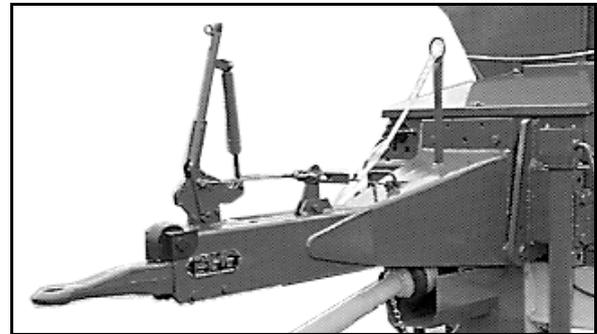

Fig. 22
- d'une flèche d'attelage (Fig. 22) avec frein à inertie et dispositif automatique de marche arrière